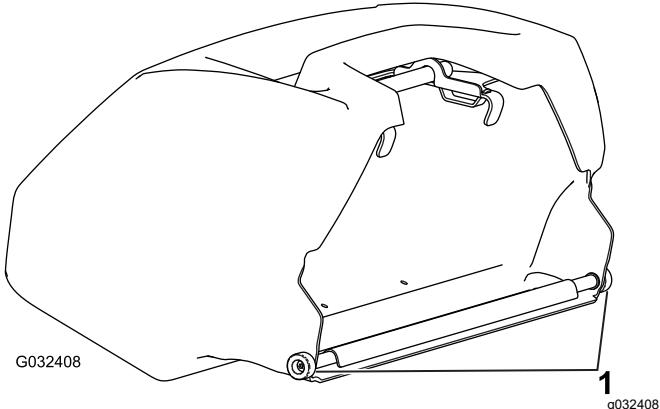

Bild 5
**Wichtig:** Falls Ihnen der Fangkorb herunterfallen sollte, prüfen Sie die Kontaktstellen des Neigungsarms in der Nähe der unteren Lippe am Fangkorb auf Beschädigungen (Bild 5). Biegen Sie sie gerade, bevor Sie den Fangkorb verwenden.